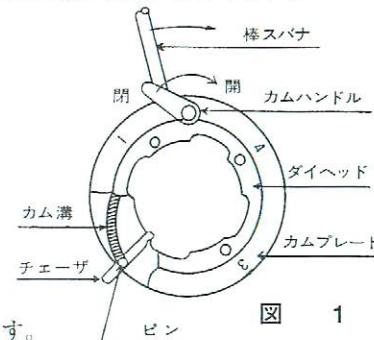

図 1
- (1) 主軸に取付けたままでカムハンドルが上にきた位置で止め、カムハンドルの裏面にある六角ナットを緩める。
- (2) 棒スパナをダイヘッドのカムプレート外周にある穴にさし込みバイス側より見て右側(図1矢印の方向)に廻しダイヘッドの裏面にある(六角ナット部)長穴いっぱいによせ六角ナットをかるく締める。そしてカムハンドルを右(図1開の方向)にたおす。
- (3) ダイヘッド本体のチェーザ溝とカムプレートの溝が合ったところでチェーザをぬき取れます。
- (4) チェーザ挿入溝の切り粉、ゴミ等を取りのぞきチェーザの1~4までの番号をダイヘッドの番号に合わせ、チェーザのピンがカムプレートについているカム溝におし当るまで差し込みカムハンドルを左(図1閉の方向)にたおして下さい。なお下方のチェーザは最後に挿入し、ぬけおちないように手でおさえて下さい。確実にチェーザが入っていないとカムハンドルはたおれません。(チェーザおよびカムハンドルはたたかいで下さい)
- (5) 六角ナットを緩め、カムプレートを左方向に廻しカムプレートの刻印とダイヘッド銘板の所定サイズ目盛に合せて下さい。太い目、細い目のネジを切るときはダイヘッド銘板の目盛基準線よりずらして調整して下さい。
- (6) ダイヘッドのカムハンドル開閉がおもくなったり、カムプレートの動きが悪くなることがありますから、ダイヘッドを分解し掃除して下さい。